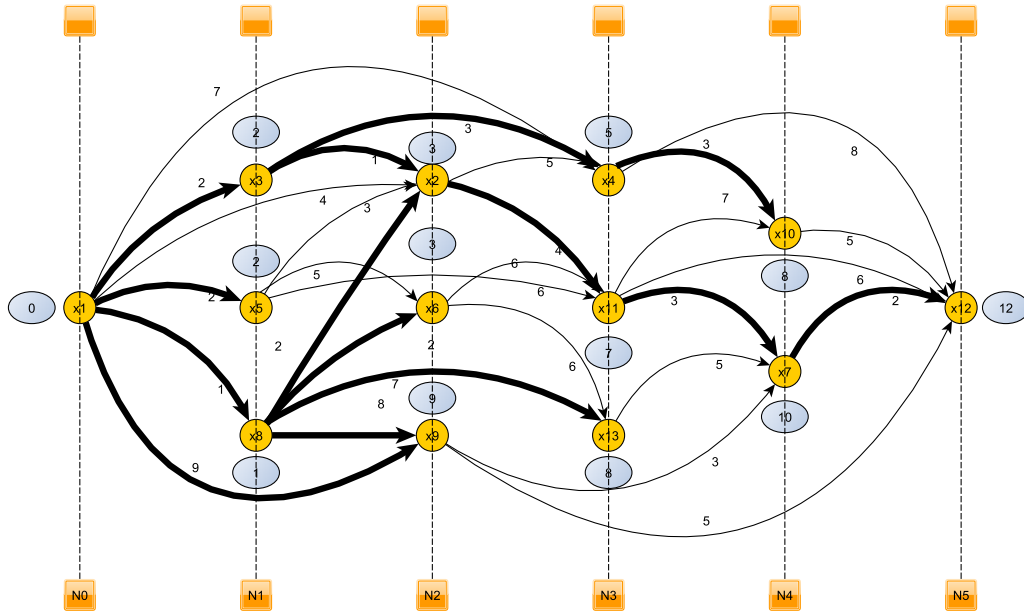

FIGURE 1.20 – Chemins minimaux - Exemple 1.2.3
**Remarque 1.2.3** Sur la figure 1.20, on a repassé en traits épais les arcs 1-minimaux au fur et à mesure qu'ils ont été déterminés. La marque de chaque sommet  $x_k$  c'est-à-dire  $\boxed{\alpha_k}$  est la longueur d'un plus court chemin reliant le sommet  $x_1$  au sommet considéré  $x_k$ . Il n'y a pas qu'un seul chemin reliant le sommet  $x_1$  à un sommet donné de longueur minimale. Par exemple, les chemins  $(x_1, x_3, x_2, x_{11}, x_7, x_{12})$  et  $(x_1, x_8, x_2, x_{11}, x_7, x_{12})$  sont de longueur 12 et sont les seuls à relier  $x_1$  à  $x_{12}$ .